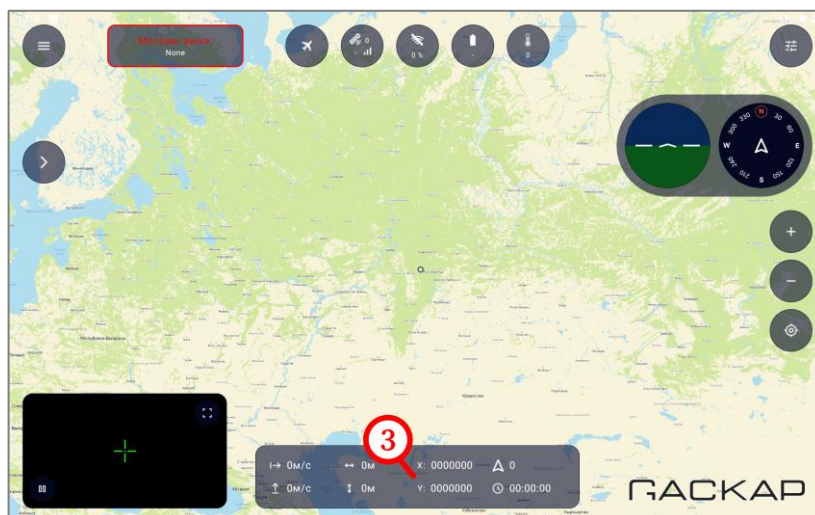

Рисунок 36 – Смена системы координат
- в главном окне ПО на панели телеметрии убедиться, что система координат была изменена (рисунок 36, шаг 3).